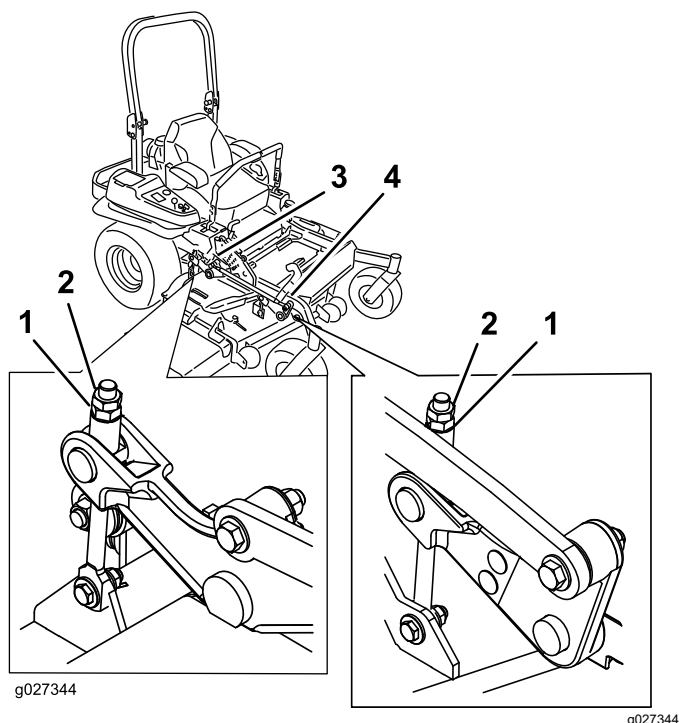

Figura 101
10. Gire la tuerca de ajuste del conjunto de elevación de la carcasa delantera para modificar la altura (Figura 101).
16. Gire el tornillo de ajuste hasta obtener una altura de 8.3 cm ($3\frac{1}{4}$ ") (**Figura 101**).